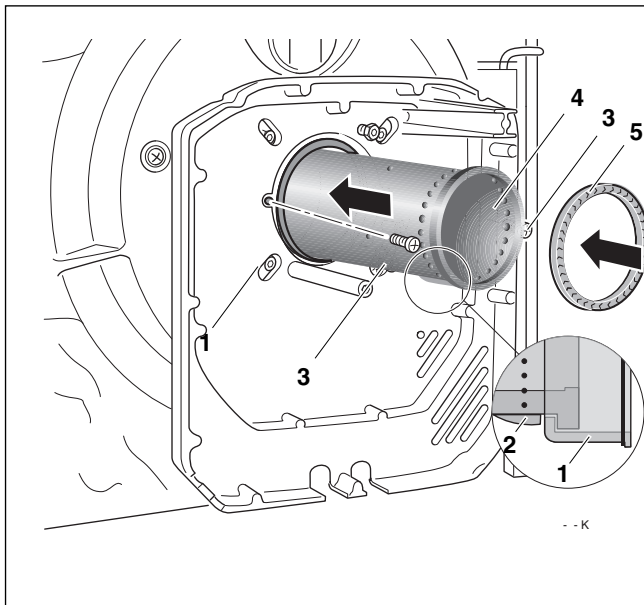

Bild 51 Brennerrohr austauschen
- Brennerrohr (→ Bild 51, [4]) in das Stützrohr einsetzen. Führen Sie dazu das Brennerrohr über die Nase (→ Bild 51, [2]) hinweg bis gegen den Anschlag des Stützrohrs. Die Nase des Brennerrohrs muss dabei nach unten zeigen und einrasten (→ Bild 51, Lupe).
- Neue Dichtung (→ Bild 51, [5]) einsetzen.